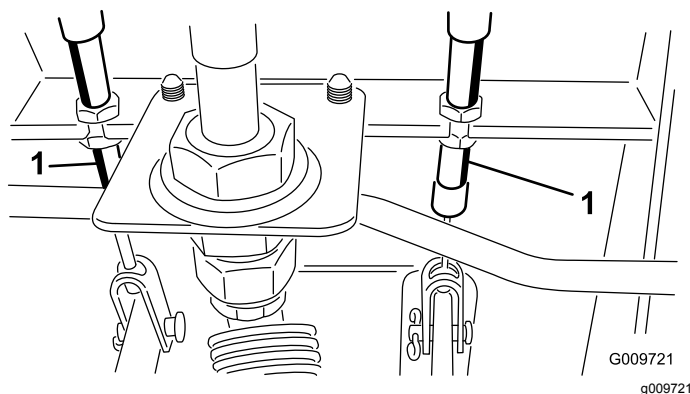

Figura 78
- A. Desaperte a porca dianteira na extremidade roscada do cabo do travão (Figura 78).